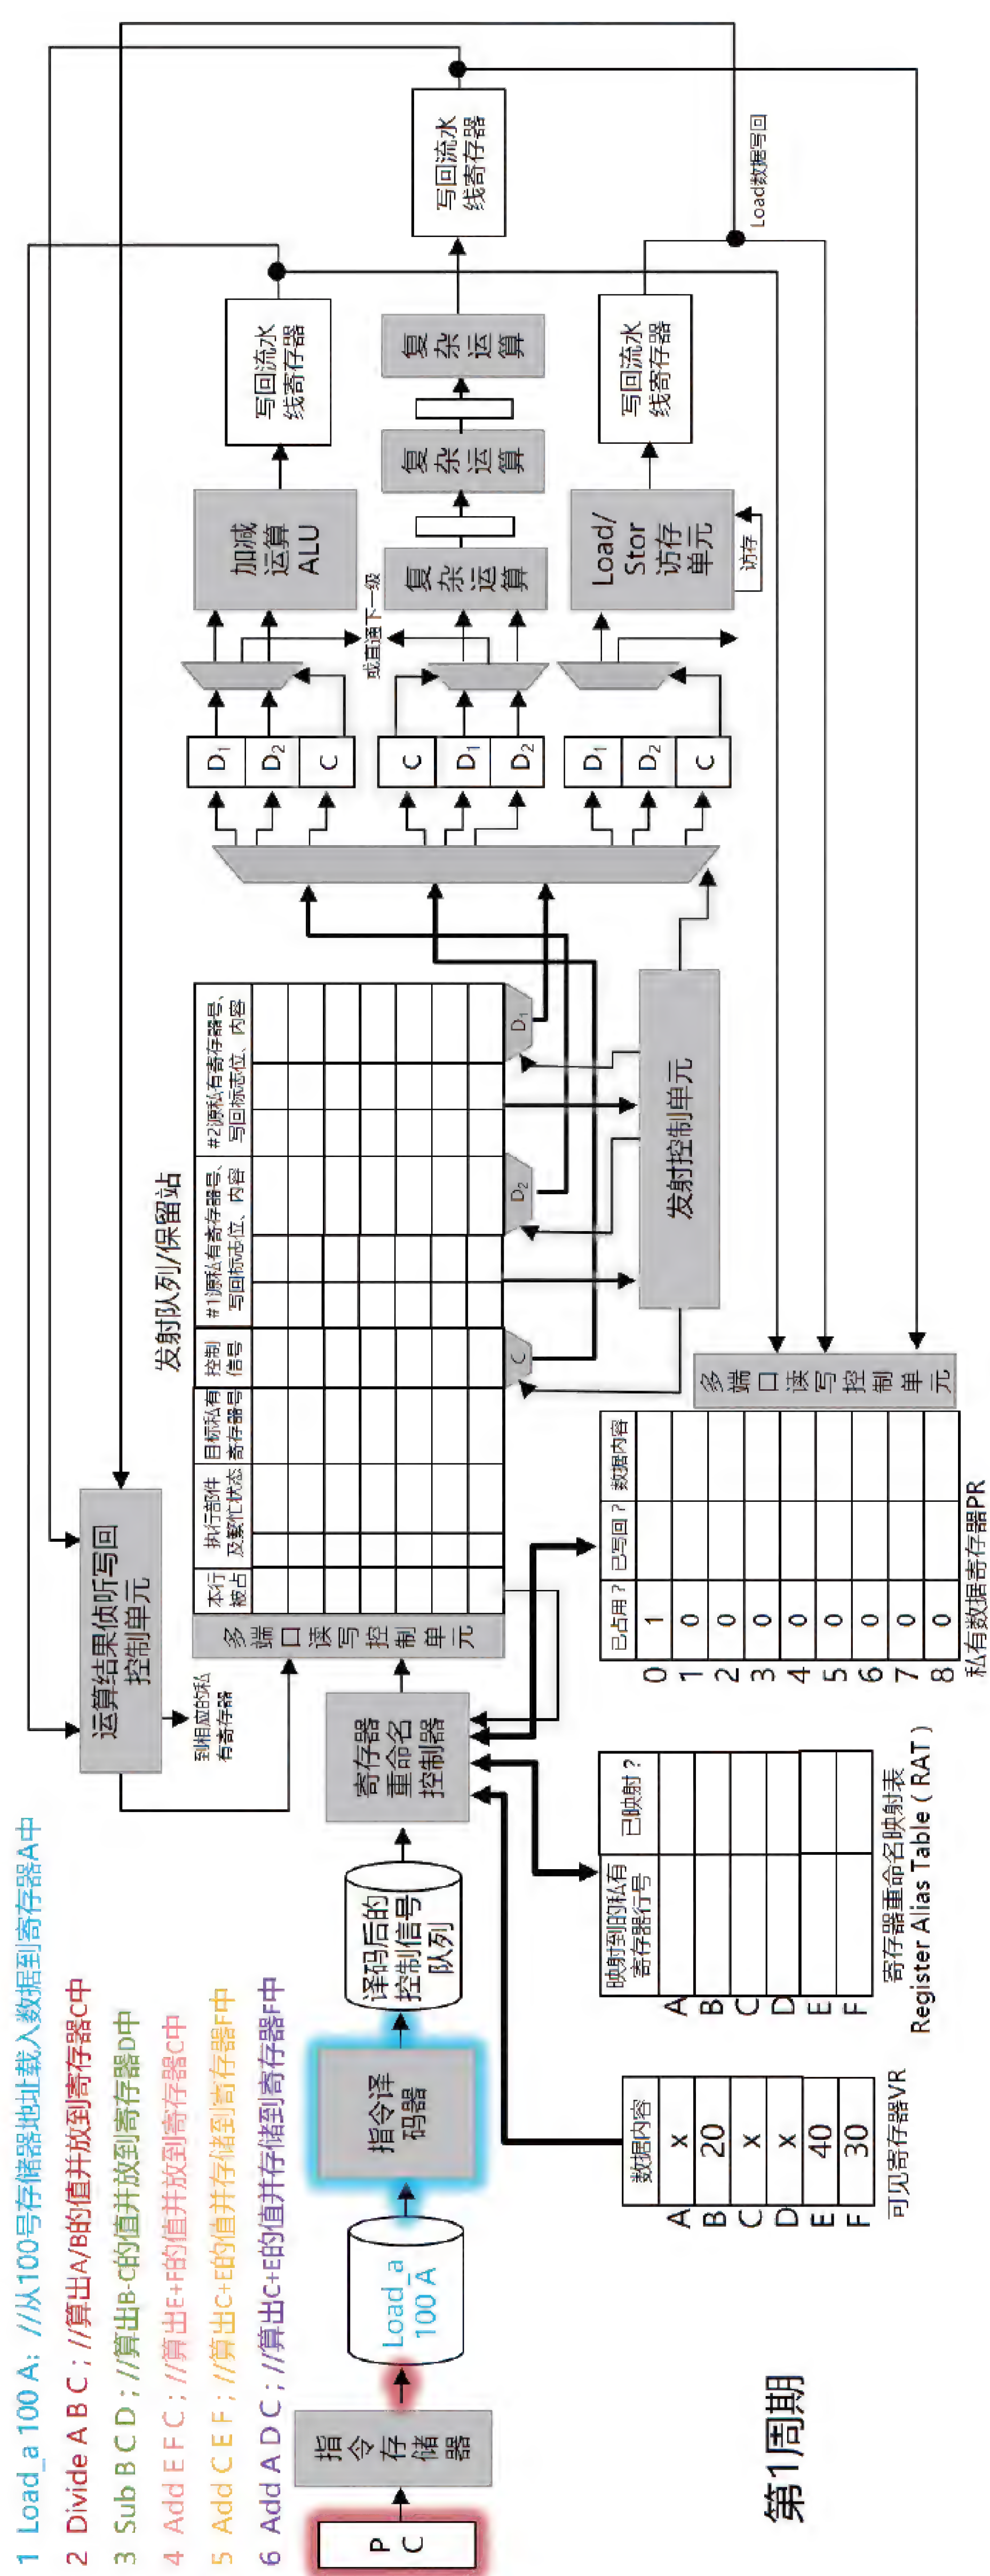

图4-49 第1周期执行过程
**第1周期:**如图4-49所示。在这个周期刚开始的边沿时,蓝色指令被锁入指令队列,指令队列中最排头的指令的信号被输送到指令译码器开始译码,并将译码结果送往译码后的控制信号队列前端等待。与此同时,棕色指令开始被从指令存储器中取出并送往指令队列前端等待。也就是说,第1个周期内,蓝色指令被译码,棕色指令被取指。